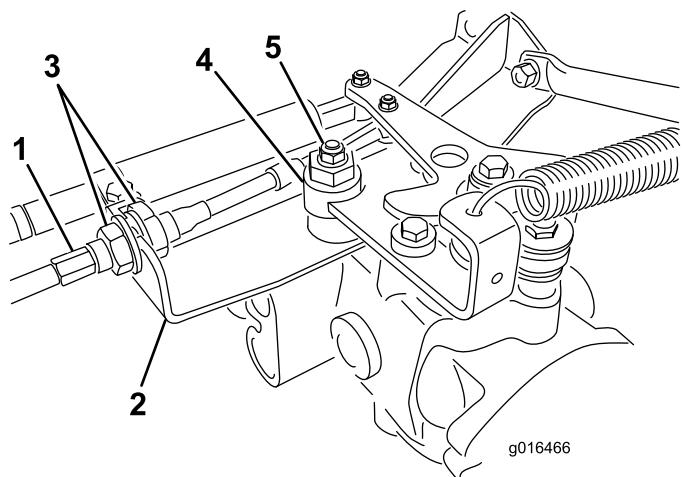

图43
A. 松开将驱动控制拉线固定至静液压装置隔板上的两个锁紧螺母图43。确保锁紧螺母的松动程度相同并足以进行调节。
- B. 松开将偏心螺栓固定到静液压泵顶部的螺母图43。
- D. 旋转偏心螺栓直到不再出现任何方向的缓慢前移。当轮子停止旋转时旋紧螺母锁定偏心螺栓和调整图43。将油门移至慢速和快速位置验证调节情况。
- E. 从隔板的两侧均匀拧紧锁紧螺母将驱动拉线固定到隔板上图43。切勿让拉线缠绕在一起。